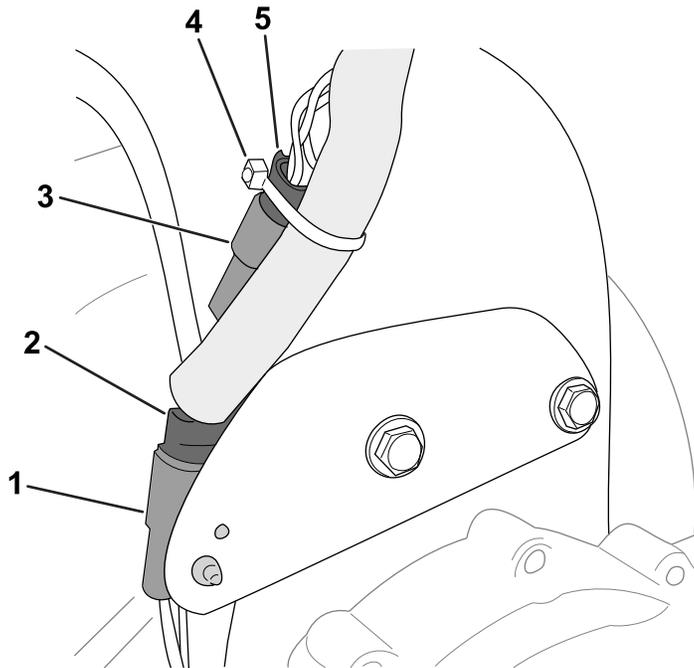

図 5
1. モータのギアボックスの 2 ピンコネクタを、ハーネスブラケットのクリップコネクタに接続する 図 5。
2. モータのコネクタを、キットのワイヤハーネスのコネクタに接続する 図 5。
7. ケーブルタイで、コネクタを 図 5 のようにキットのワイヤハーネスに固定する。